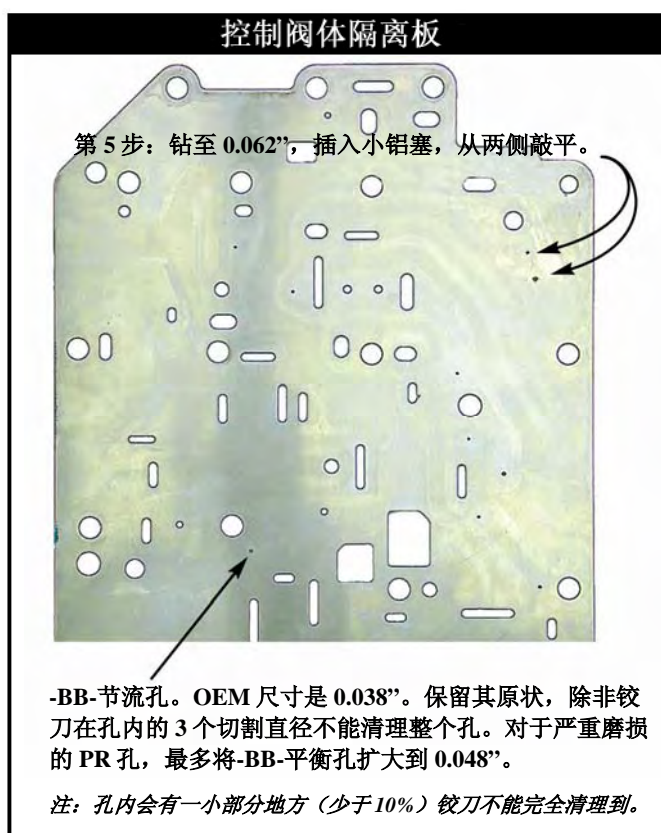

图 2
5. 将控制阀体隔离板上 (见图 2) 的 "S" 和 "T" 节流孔钻至 0.062"。将小的铝塞 (0.062" 直径 x 0.075" 长) 插入孔内, 并在两侧敲平。